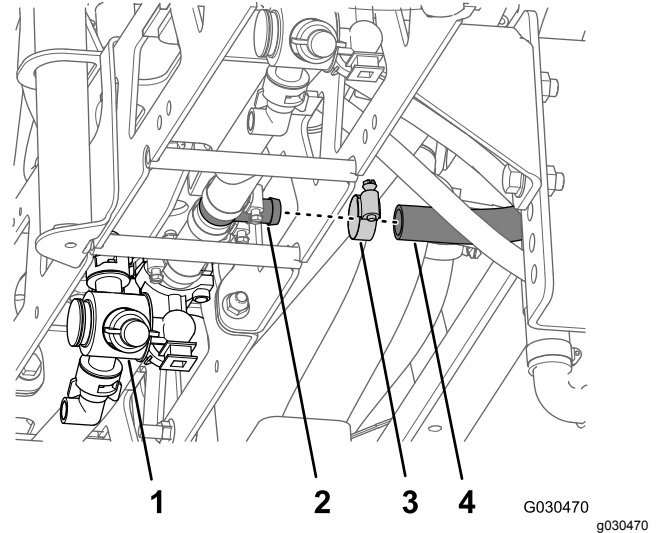

Figura 62
4. Junto a la boquilla del fumigador central, retire la abrazadera de la manguera del acoplamiento en T dentado (Figura 62).